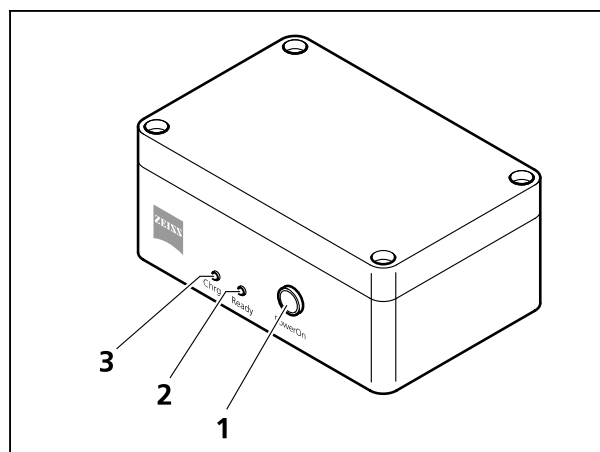

Figura 14 Unidade de alimentação por acumuladores
Quando a unidade de alimentação por acumuladores está ligada à uma tomada de corrente da rede, através do adaptador de alimentação do microscópio, emite luz a lâmpada verde de controle da rede **Ready** (Figura 14/2). Os acumuladores são carregados automaticamente.
A lâmpada amarela de controle de carga **Chrg** (Figura 14/3) está acesa durante o processo de carga e se apaga logo que a carga seja terminada.
- Premendo brevemente a tecla **PowerOn** (Figura 14/1), se liga a unidade de alimentação por acumuladores.